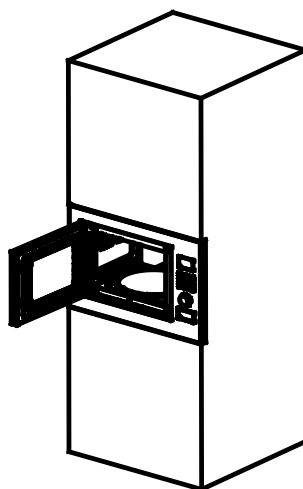

Fig.5
e) Abra agora a porta, e coloque o parafuso do orifício aparafusando-o de seguida, como mostra Fig 5.
Dimensões da abertura (A*L*P): 600*378*550(mm) como mostra a Fig.5 "E", "D", "F".